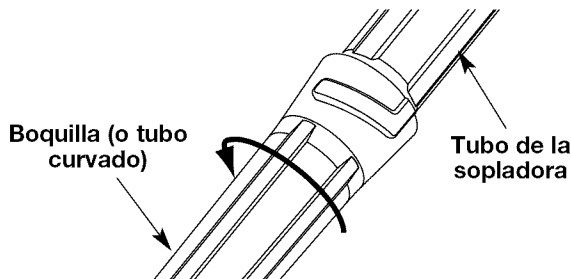

Fig. 6
2. Sujete la boquilla y gírela en sentido contrario a las agujas del reloj hasta que la boquilla se destrabe del tubo de la sopladora (Fig. 6).